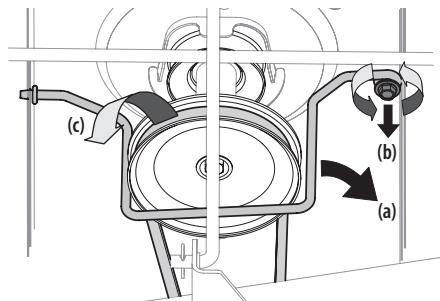

Figure 27
- Enlevez la tige de retenue de la courroie (a) autour de la poulie du moteur en retirant le boulon autotaraudeur (b) qui la fixe. Voir Figure 27.
- Retirez la courroie (c) autour de la poulie du moteur et de la poulie de tension. Voir Figure 27.